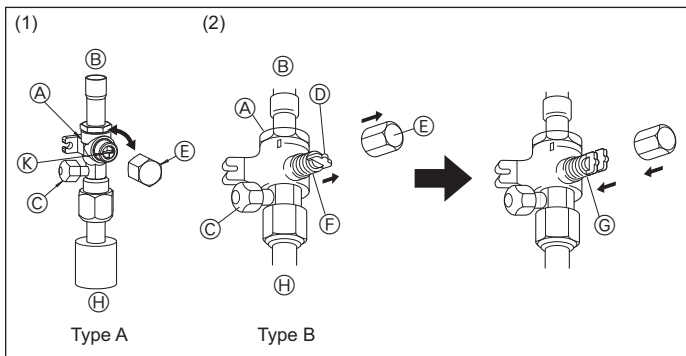

Fig. 5-9
(1) Type A (Fig. 5-9)
(2) Type B (Fig. 5-9)